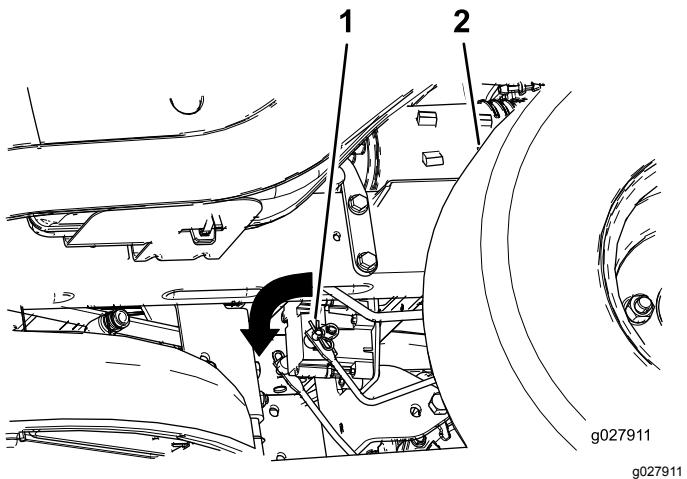

図 56
3. 電気ブレーキのシャフトブレーキリンクアームが接続されているを探し出す図 56。